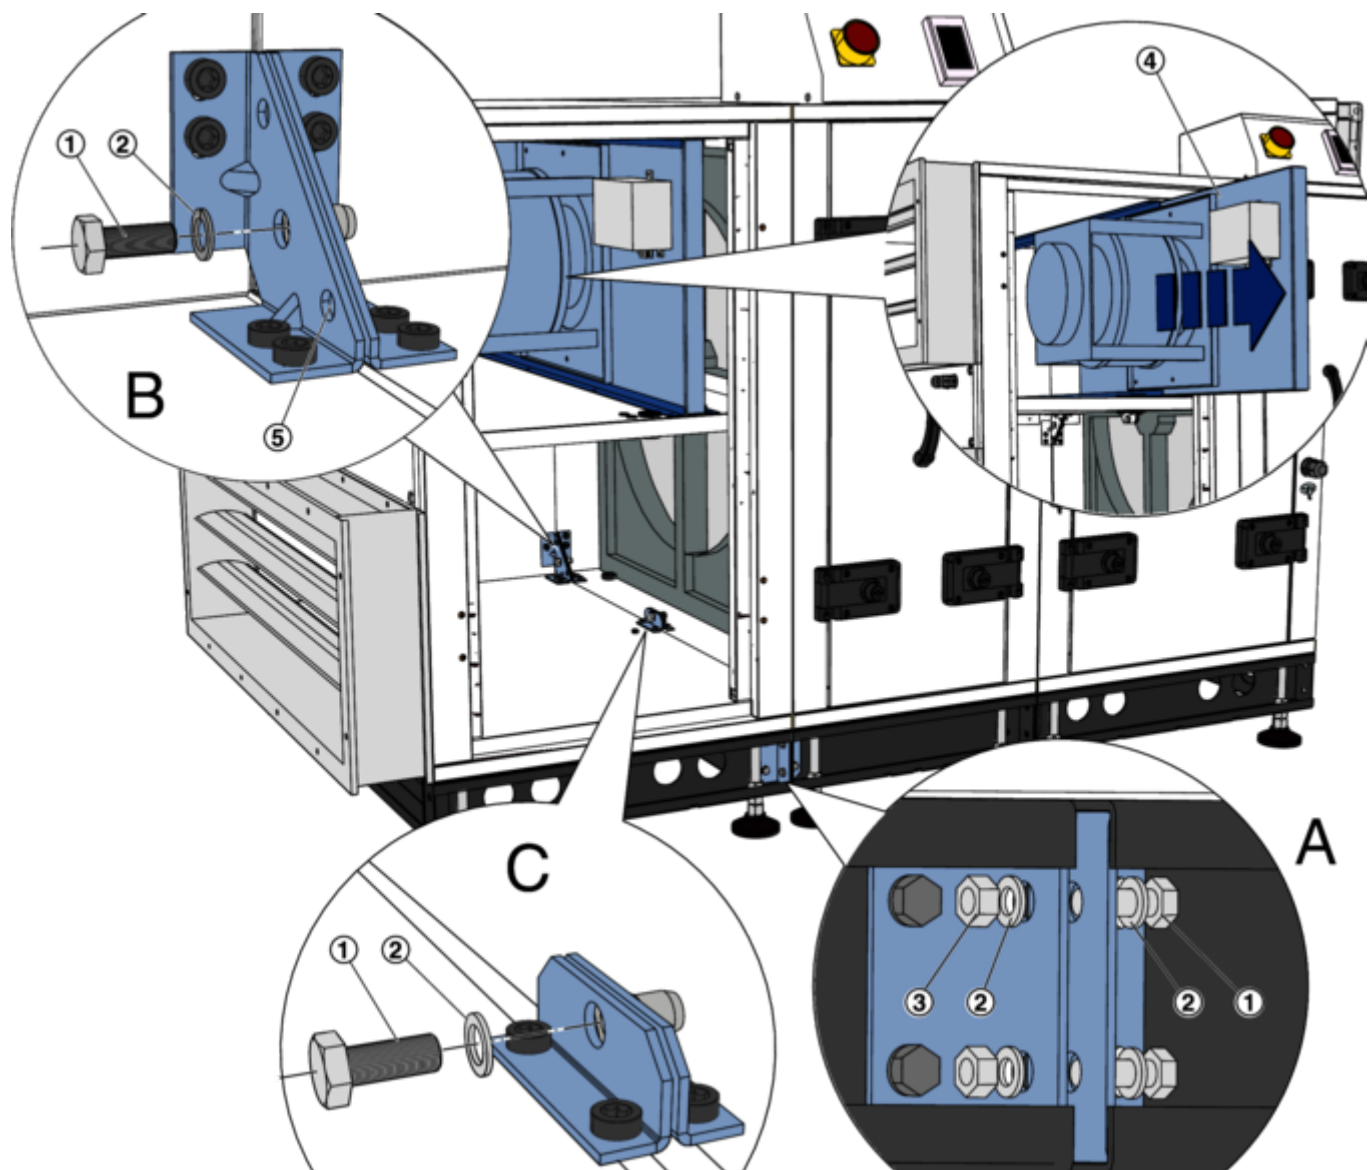

Abb. 16: RLT-Bauteile verbinden
Ist das Gesamtgerät zu groß für den Transport an den Aufstellort, kann das Gerät an den Trennstellen demontiert werden. Die Trennstellen sind an den Verschraubungen der Grundrahmen zu erkennen (Abb. 16 /A). Die Demontage des RLT-Gerätes in Gerätebauteile erfolgt in umgekehrter Reihenfolge zur Montagebeschreibung ↪ Kapitel 4.4.2 „RLT-Bauteile montieren“ auf Seite 26.
- Stirnseiten der Grundrahmen (Abb. 16 /A)
- Knotenbleche, jeweils in den Ecken (Abb. 16 /B)
- Winkel (Abb. 16 /C)
- Zur Erreichung der Verbindungspunkte die Ventilatorwand ganz herausziehen (Abb. 16 /4).